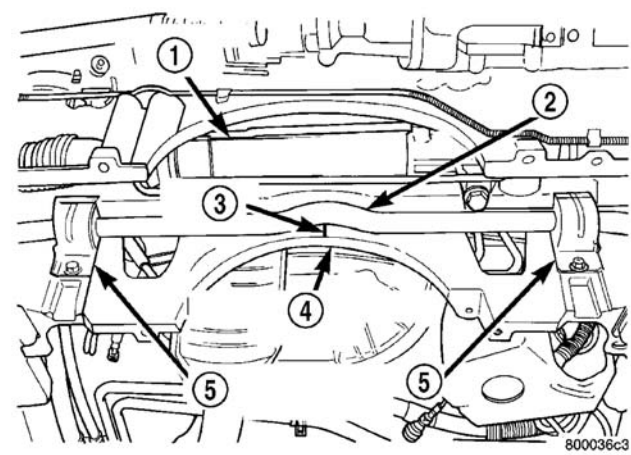

图 34 前稳定杆止动件
（6）从前悬架托架横梁上卸下稳定杆衬套止动件（图 34）。
(5) 用手拧动每个稳定杆连杆端部的螺母。将开口扳手插入连杆的安装球销内加工的平台，不让球销转动，然后在保持扳手不动的同时紧固每个螺母。每个螺母的紧固扭矩为 $88 \text{ N} \cdot \text{m}$ (65 ft.lbs.)。
(6) 紧固稳定杆衬套固定件至托架的连接螺栓（图 34），紧固扭矩为 $68 \text{ N} \cdot \text{m}$ (50 ft.lbs.)。